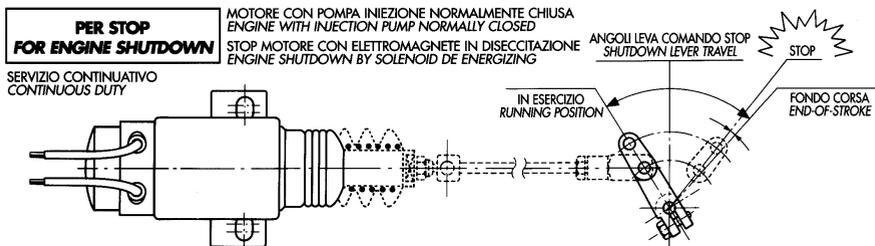

FIG.2
**Per l'accensione del motore in modalità ETR (fig.2), in cui a motore spento la leva della pompa è in posizione di "stop", si possono utilizzare solo Elettrostart a doppia bobina (E-ES) con i tre sistemi illustrati nel paragrafo precedente "Famiglie e versioni di Elettrostart":**